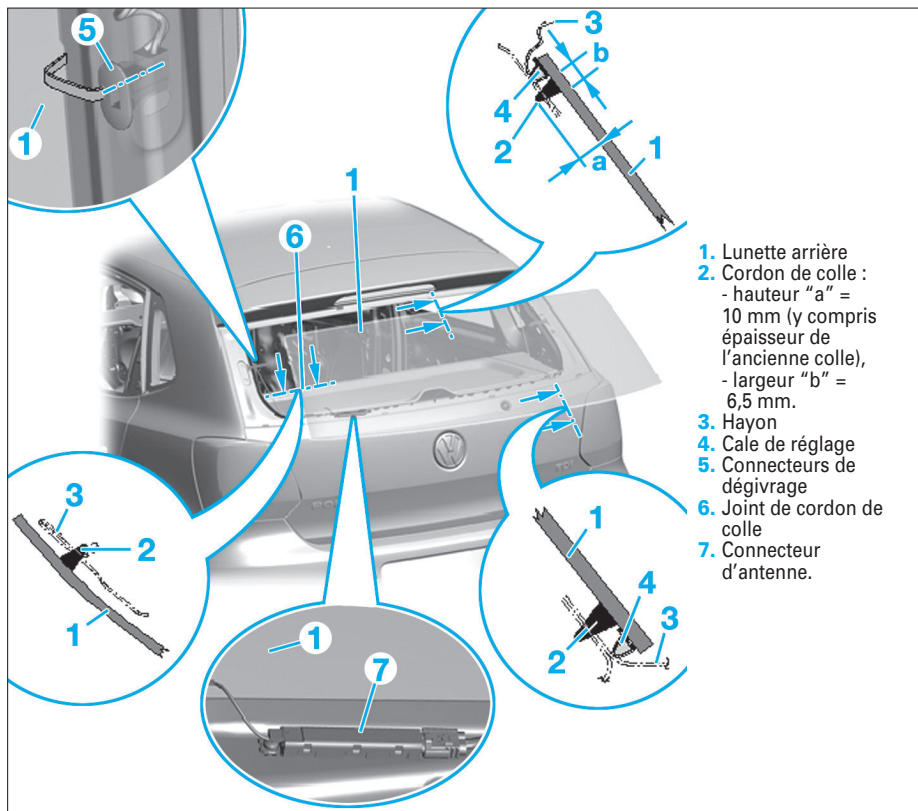

FIG. 19
- Reposer la lunette arrière en respectant les valeurs (Fig.19).